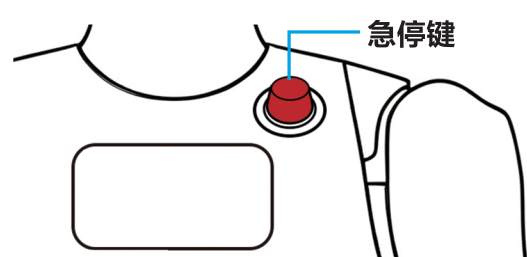

图6
1. 如遇紧急情况，请立即拍下机器人身后急停按钮，锁定所有电机（图6）